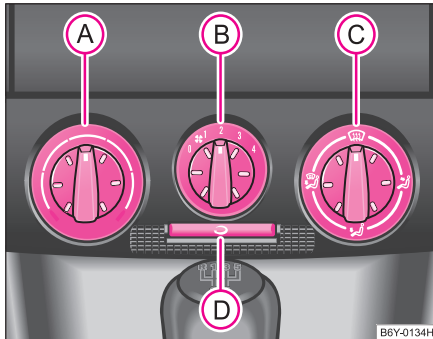

Abb. 84 Heizung:
- Drehen Sie den Drehregler **A** ⇒ Abb. 84 nach rechts, um die Temperatur zu erhöhen.
- Drehregler **(A)** ⇒ Seite 92, Abb. 84 bis zum Anschlag nach rechts
- Drehregler **(A)** ⇒ Seite 92, Abb. 84 bis zum Anschlag nach links
- Drücken Sie die Taste , das Tasten-Symbol  leuchtet auf ⇒ Seite 92, Abb. 84.
Die Luftzufuhr für die einzelnen Düsen stellen Sie mit dem Luftverteilungsregler  ein ⇒ Seite 92, Abb. 84. Die Luftaustrittsdüsen **3** und **4** können einzeln geschlossen und geöffnet werden.
Aus den geöffneten Luftaustrittsdüsen strömt je nach Stellung des Drehreglers  ⇒ Seite 92, Abb. 84 und nach Klimabedingungen erwärmte oder nicht erwärmte Luft. ■